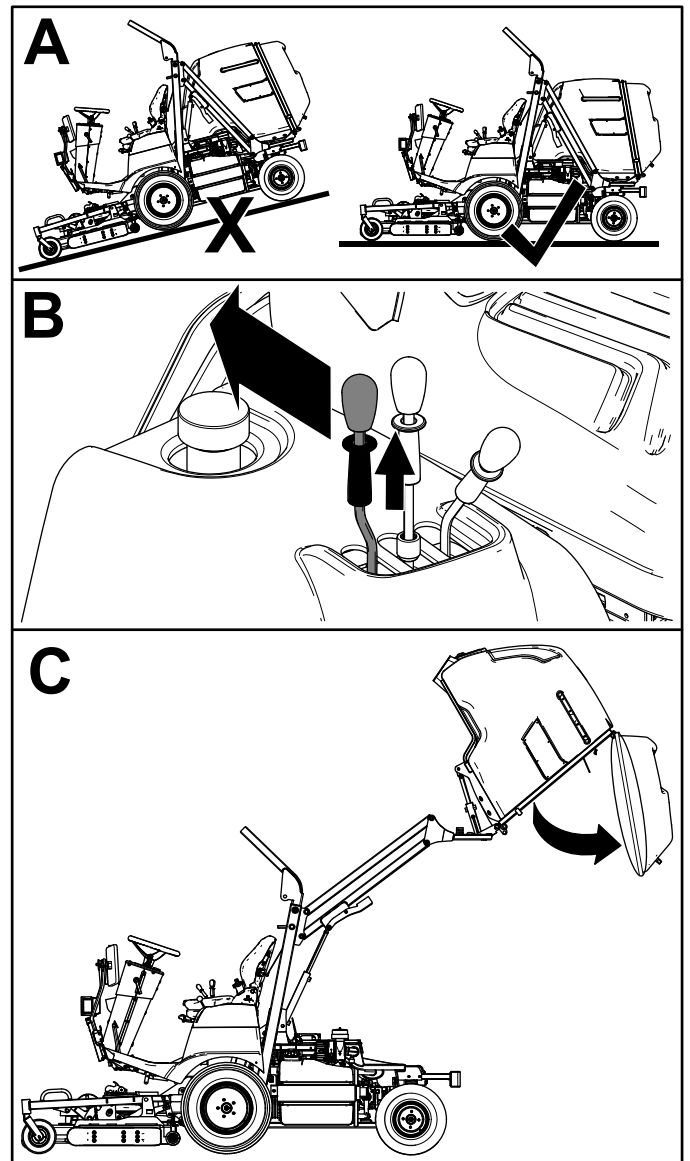

Figura 25
2. Tirate verso l'alto il collare di bloccaggio sulla leva di scarico della tramoggia e spostate indietro la leva per scaricare lo sfalciato dalla tramoggia (Figura 25).